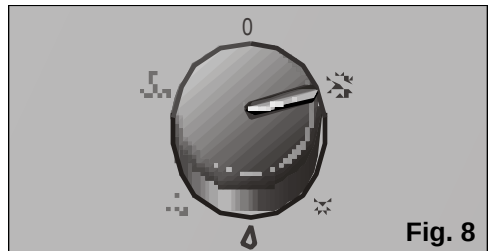

Fig. 8
- ❑ Kies de maximale of de geluidloze functie van de luchtbehandeling, **Fig. 8**. (de functie geluidloze koeling vermindert de luchtmassa van het apparaat).